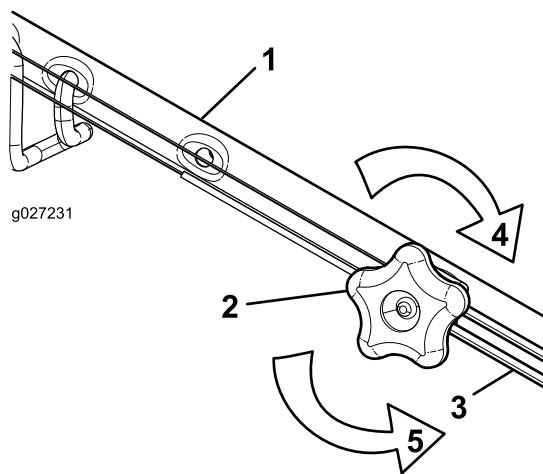

Figura 31
1. Gire el pomo de ajuste en sentido antihorario para aflojar el cable (Figura 31).
2. Ajuste la tensión del cable (Figura 31) tirando del mismo hacia atrás o empujándolo hacia adelante, y manténgalo en esa posición.